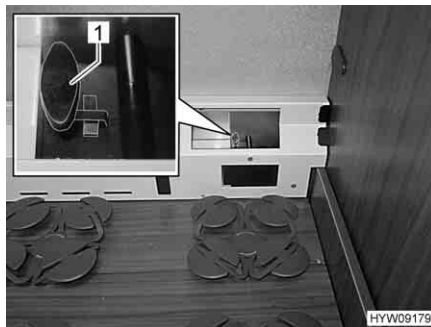

Fig. 144 Valvola di chiusura (zona di coda)
- La manopola (Fig. 144,1) si trova in senso longitudinale rispetto al tubazione: La potenza di riscaldamento massima nella zona di coda.
- La manopola (Fig. 144,1) si trova in senso trasversale rispetto al tubazione: La zona di coda non viene riscaldata.
- La manopola (Fig. 144,1) si trova in una posizione intermedia: La potenza di riscaldamento nella zona di coda varia a seconda della posizione della manopola.